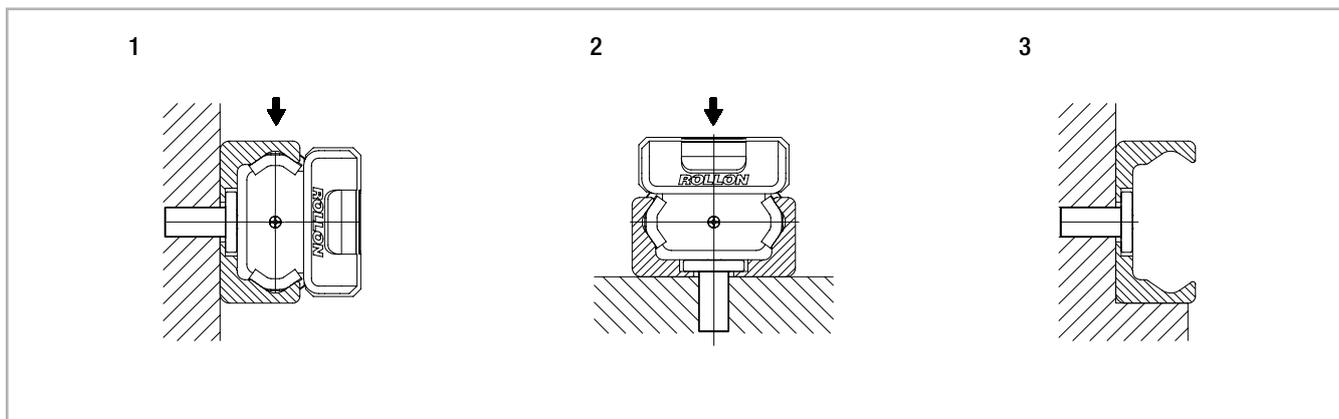

Fig. 150
Le guide T e K possono essere montate in due posizioni in relazione alla forza esterna. In caso di sollecitazione assiale del cursore (fig. 150, pos. 2) la capacità di carico ammissibile si riduce per via dei cuscinetti radiali impiegati. Se possibile, montare pertanto le guide in modo che il carico risultante agisca sui perni volventi in direzione radiale (fig. 150, pos. 1). Il numero di fori di fissaggio nella guida è dimensionato in relazione ai valori di capacità di carico. Si raccomanda l'uso di viti con classe di resistenza 10.9. In caso di applicazioni critiche con vibrazioni o requisiti elevati di rigidità è utile prevedere un supporto della guida (fig. 150, pos. 3).